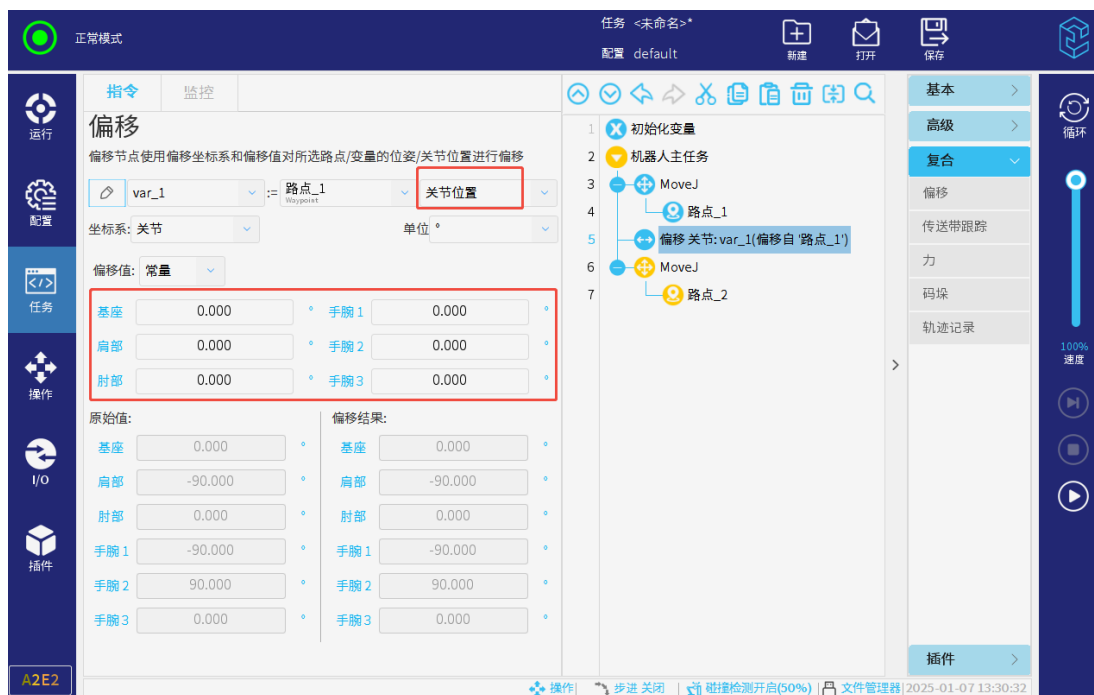

图 3-138: 关节角偏移
- 关节角偏移模式（见**图 3-138**）下，同单位的原始数据与偏移值直接相加即可得到新的关节角数据。